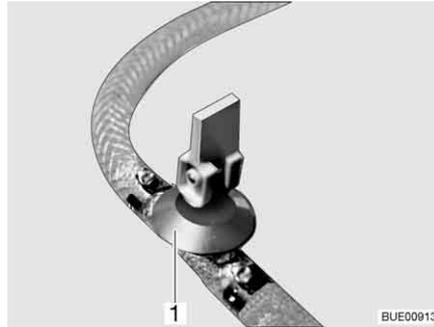
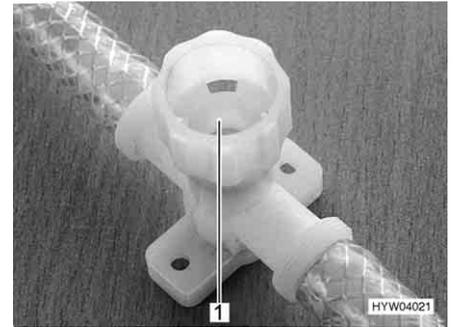

Bild 176 Ablasshahn (mit Kipphebel)
Bild 177 Ablasshahn (mit Drehkappe)
- Alle Ablasshähne öffnen. Dazu den Kipphebel des Ablasshahns (Bild 176,1) senkrecht stellen oder die Kappe des Ablasshahns (Bild 177,1) entgegen dem Uhrzeigersinn drehen.